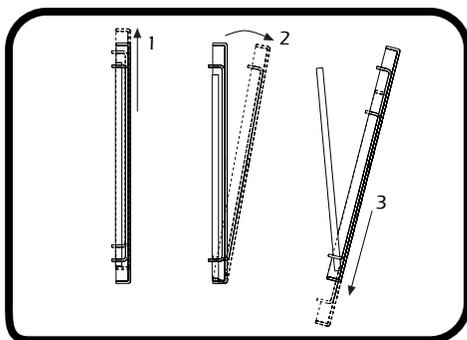

Fig. 7
Pour remplacer la chicane, vous devez démonter le panneau arrière de votre poêle (fig. 7)
- Déposez la porte frontale en la soulevant doucement (voir figure 7).